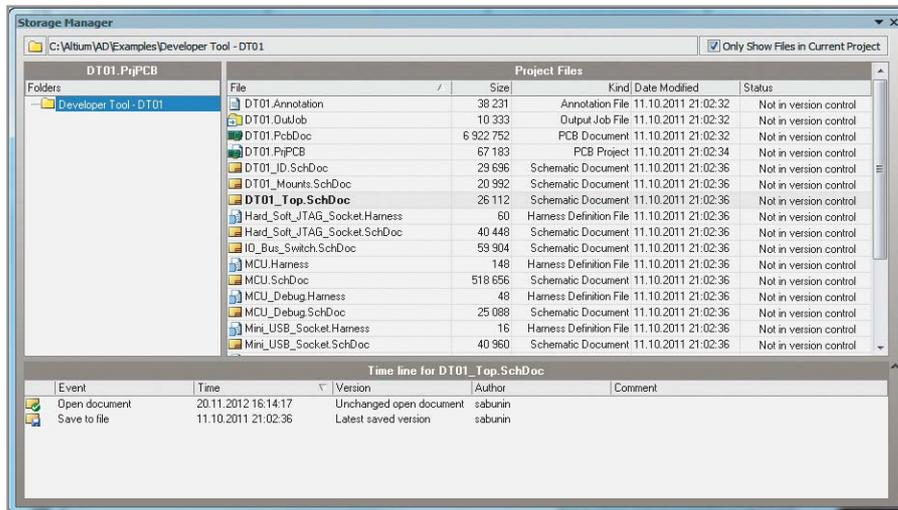

Рис. 3. Просмотр истории сохранений проекта через панель Storage Manager
2. Откроем панель Storage Manager. В ней отображается структура проекта (файл), выбранного в секции Folders слева (см. рис. 3). Панель Storage Manager отображает все файлы в выбранной папке, включая сгенери-